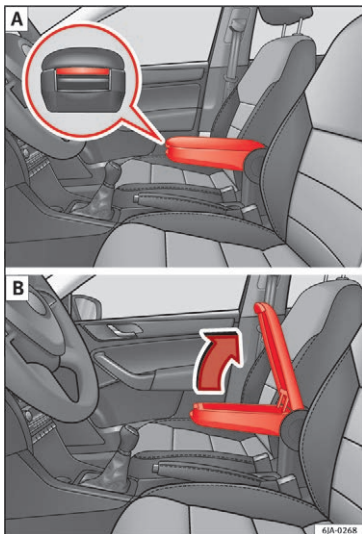

Fig. 142 Armlæn / åbning og lukning af opbevaringsrum
- Tryk på knappen foran på armlænet » Fig. 142 - [A].
- Løft afdækningen til opbevaringsrummet » Fig. 142 - [B].